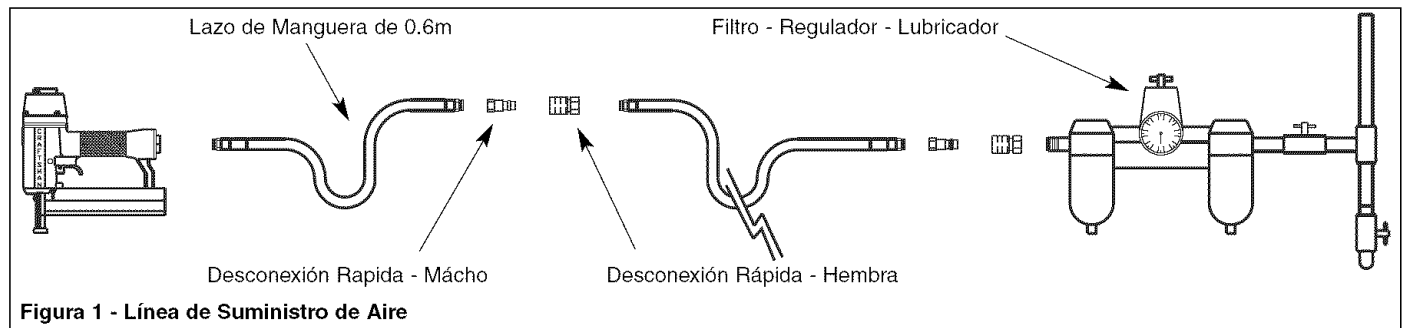

Figura 1 - Línea de Suministro de Aire
Refiérase a la Figura 1 (página 9).
- Se requiere un sistema de filtro-regulador-lubricador, el cual se debe colocar tan cerca de la herramienta como sea posible (vea le Figura 1). Recomendamos una distancia no mayor a 4,6 m.